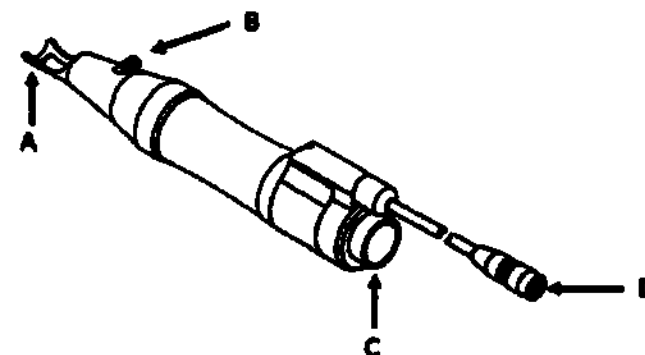

Рисунок 9 – Лазерная насадка, где:
- Лазерная насадка (рисунок 9), включающая:
- лазерный наконечник (апертура лазера) (рисунок 9, поз. A);
- воздушный шпатель: соединитель для подачи воздуха (рисунок 9, поз. B);
- соединитель манипулятора (рисунок 9, поз. C);
- соединитель насадки (рисунок 9, поз. D).